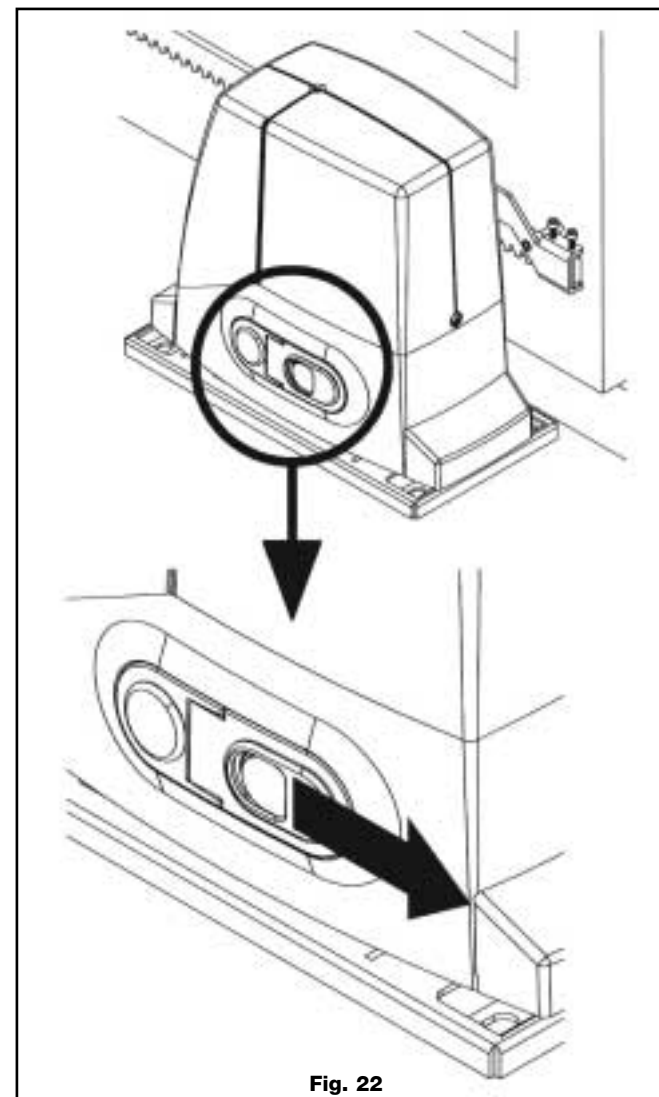

Fig. 22
- Faire glisser latéralement le couvercle de protection de la serrure (fig. 22).